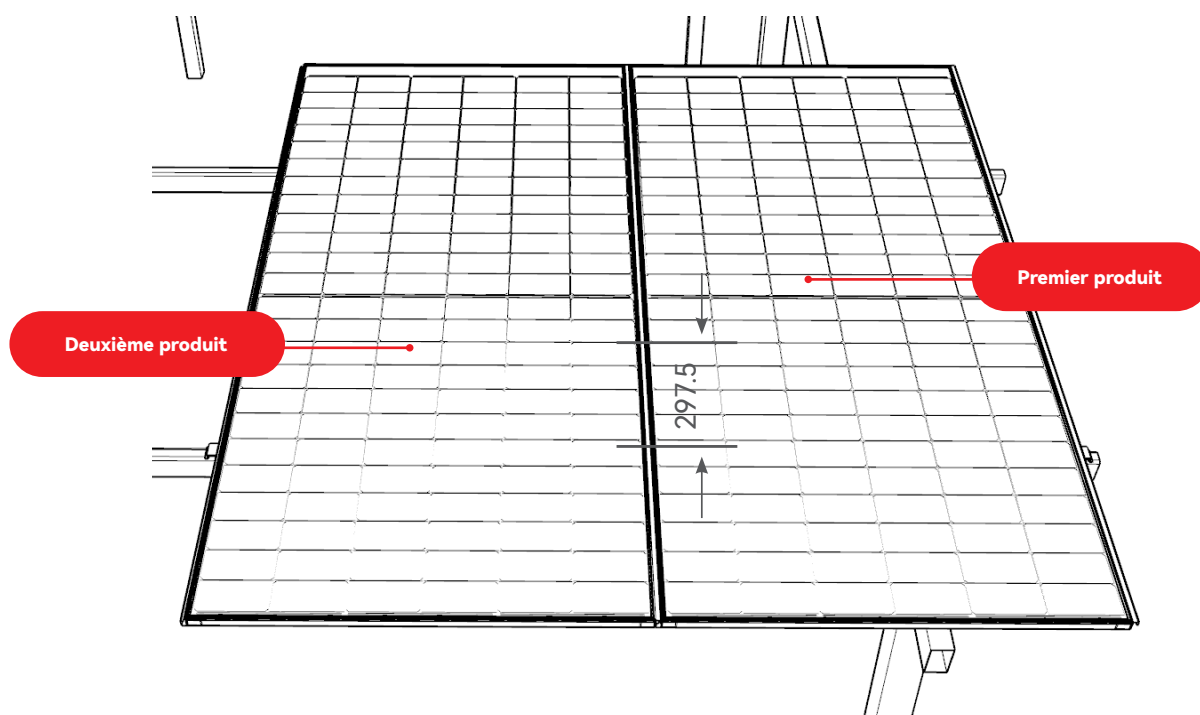

FIGURE 14
⑦ Placez le côté droit du deuxième produit près du cadre gauche du premier produit, en faisant en sorte que les extrémités supérieure et inférieure soient alignées avec le premier produit (figure 14)